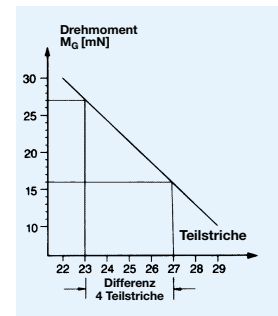

Bild3
- Nachstellmutter (1) von Hand bis zur Anlage der Tellerfeder (7) zustellen.
- Weiterdrehen, bis die 4 Kerben (5) am Umfang der Nachstellmutter (1) und die Kerben im Sicherungsring (6) übereinstimmen.
- Die Nachstellmutter (1) mit einem Stirnlochschlüssel um die Anzahl der Teilstriche weiterdrehen, die dem gewünschten Drehmoment entspricht (Bild 3). (Anzahl der Teilstriche auf dem Einstelldiagramm).
- Die Kerben am Umfang der Nachstellmutter (5) und am Sicherungsring (6) müssen in gleicher Position stehen.
- Sicherungsschraube (2) mit Loctite 242 Kleber bestreichen und in die Nachstellmutter (1) eindrehen.